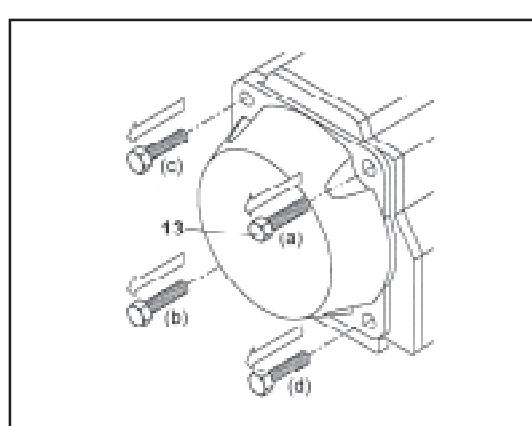

Fig. 15
(figure 15)
- Enlever les vis d'embout (2) dans l'ordre montre par la fig. 15